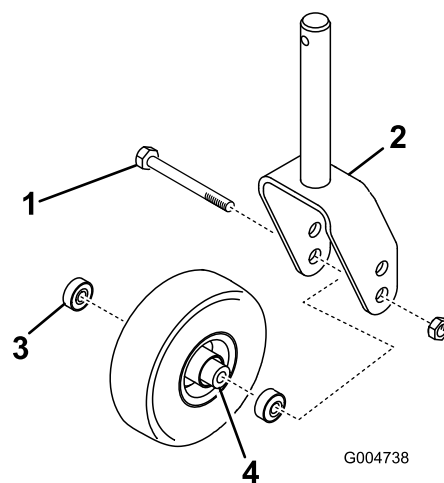
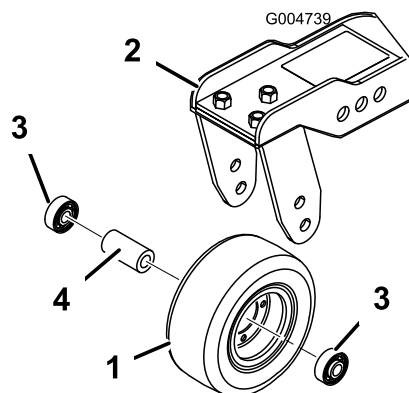

Figura 106
Figura 107
1. Togliete il dado di bloccaggio dal bullone che fissa il gruppo ruota orientabile alla forcella (Figura 106) o al braccio di rotazione (Figura 107). Afferrate la ruota orientabile ed estraete la vite a testa cilindrica dalla forcella o dal braccio di rotazione.
2. Togliete il cuscinetto dal mozzo della ruota e lasciate cadere il distanziale del cuscinetto (Figura 106 e Figura 107). Togliete il cuscinetto dalla parte opposta del mozzo della ruota.